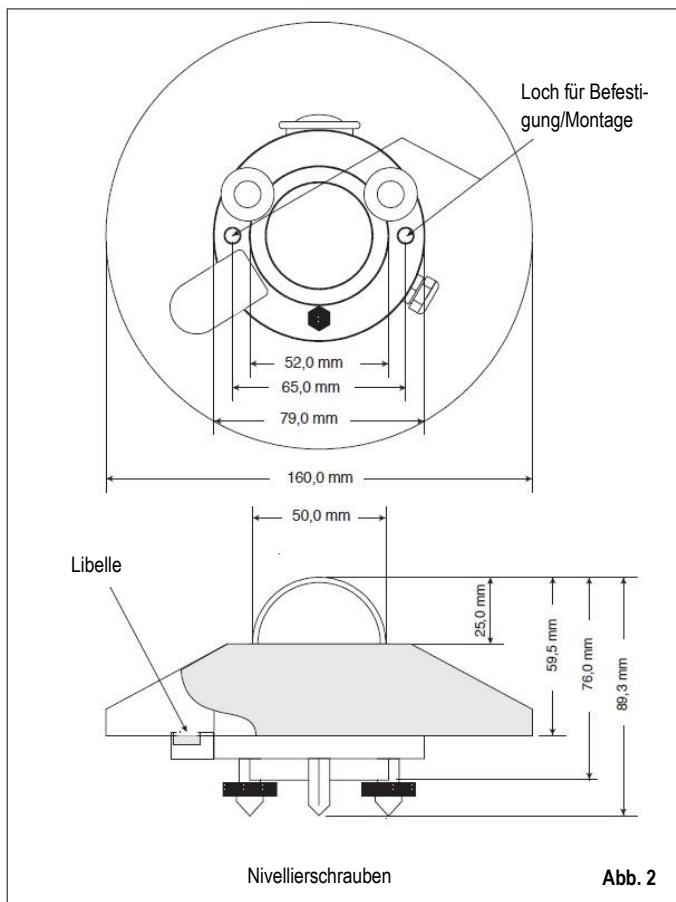

Abb. 2
- Für eine genaue horizontale Positionierung, ist das Radiometer LP UVA 02 mit einer Libelle ausgestattet. Das Einstellen erfolgt über zwei Schrauben. Diese ermöglichen eine Veränderung des Neigungswinkels des Radiometers. Die Befestigung auf einer flachen Basis erfolgt mittels zweier Löcher mit einem Durchmesser von 6 mm. Um die Löcher zu erreichen, entfernen Sie den Schirm und befestigen Sie ihn wieder nach der Montage (siehe Abb. 2).
Abmessungen:	Abb. 2